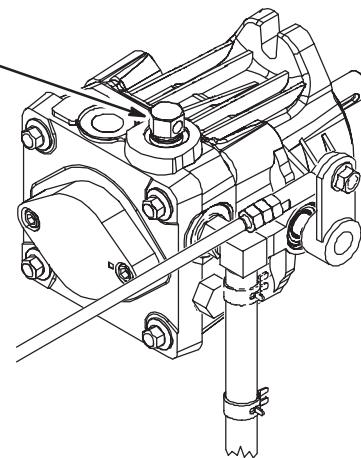

Figure 28
2. Tournez les vannes de dérivation d'un tour dans le sens anti-horaire pour pousser la machine. Cela permet au liquide hydraulique de contourner la pompe et aux roues de tourner (Fig. 28).
Tournez les vannes de dérivation d'un tour dans le sens horaire pour utiliser la machine (Fig. 28).